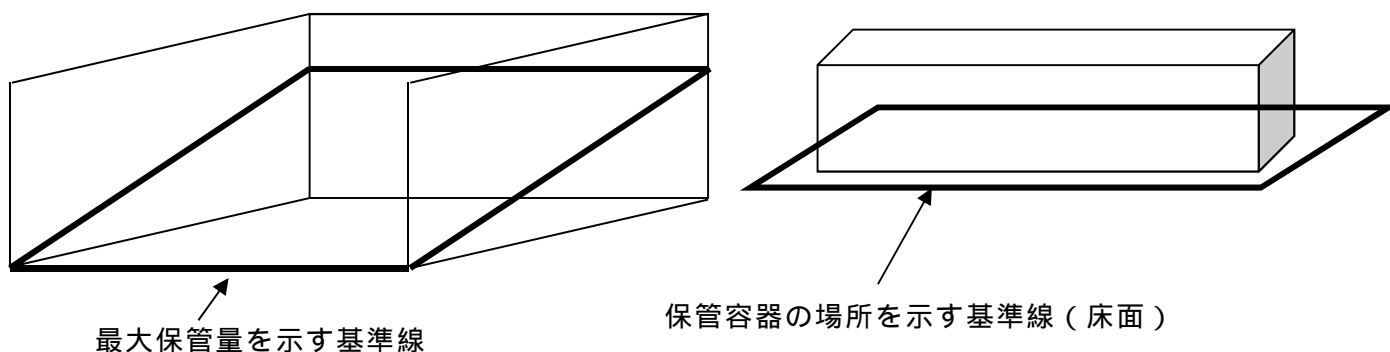

図2 基準線の例
- ・保管場所には、保管場所および最大保管量を示す基準線（約10cm幅）を床面、壁面等に引いてください（「図2 基準線の例」参照）。